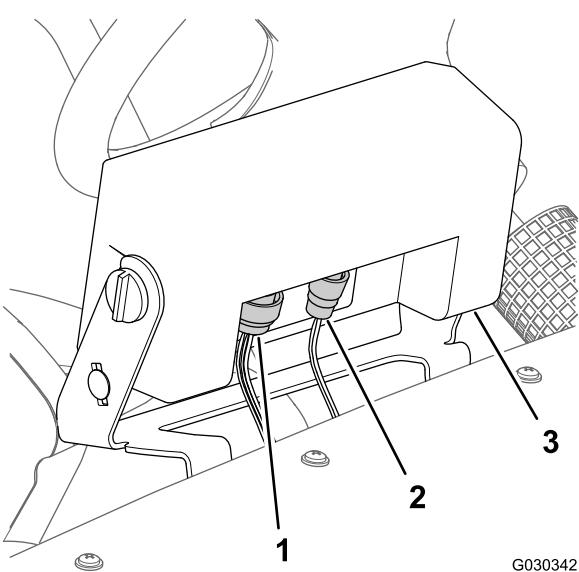

Figura 5
2. Desconecte el conector hembra de 16 vías del conector hembra de 16 vías de la consola de control (Figura 5).